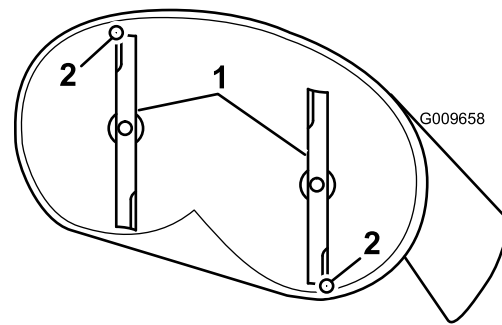

Figure 53
5. Mesurez la distance entre la pointe de la lame avant et la pointe de la lame arrière par rapport à la surface plane (Figure 53). Si la pointe avant de la lame n'est pas de 1,6 à 7,9 mm (1/16 à 5/16 po) plus basse que la pointe arrière, réglez le contre-écrou avant.
4. Faites pivoter les lames avec précaution pour faire passer les pointes avant à l'arrière (Figure 53).
8. Une fois le réglage effectué, vérifiez à nouveau l'inclinaison avant/arrière des lames. Poursuivez le réglage de l'écrou jusqu'à ce que la pointe avant de lame soit de 1,6 à 7,9 mm (1/16 à 5/16 po) plus bas que la pointe arrière (Figure 53).